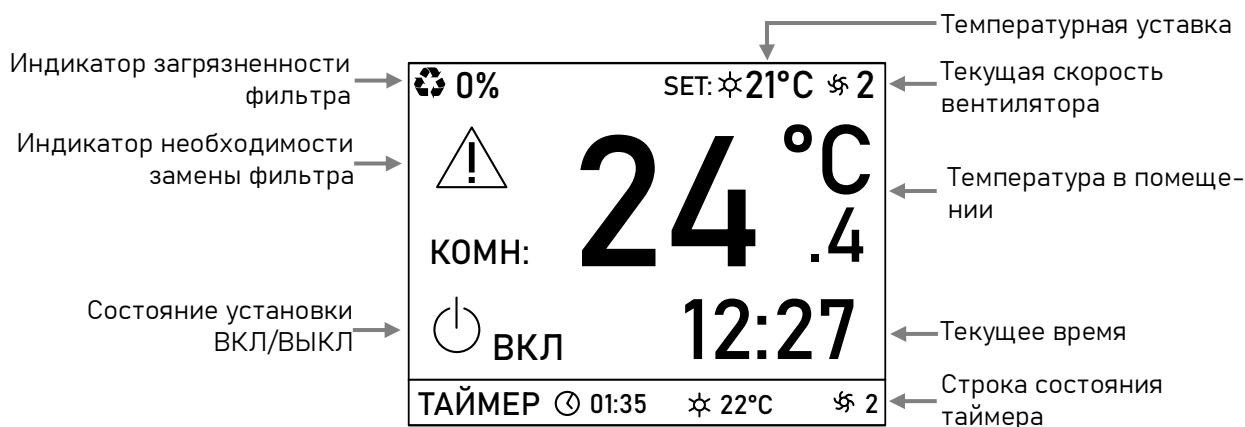

Рисунок 7 - Экран дежурного режима
3.3.2 Сразу после включения на нём отобразится экран дежурного режима (Рисунок 7).